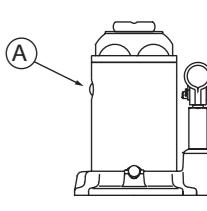

Fig.8
- Demonter påfyllningspluggen (Fig. 8.A) som er plassert på oljebeholderen.
- Demonteer de bijvulplug (Fig. 8, A) die op het oliereservoir zit.
3. Rimuovere il tappo di riempimento (Fig. 8, A) dal serbatoio dell'olio.
3. Desmontar o bujão de enchimento (Fig. 8,A) que se encontra no depósito